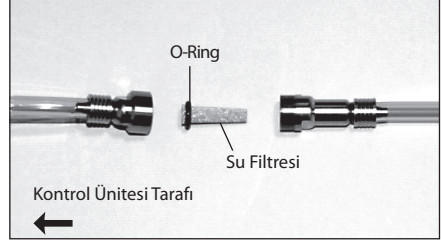

Fig.22
- 3) Su filtre kabı ayrıldığında su filtresi Fig. 22 gösterildiği gibi çıkartılabilir.